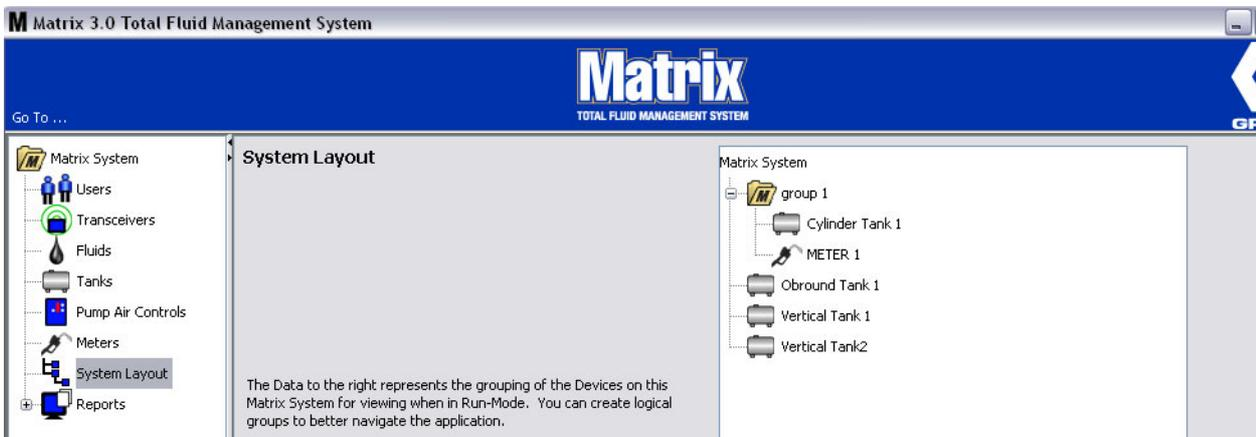

ABB. 98
11. Wenn Sie mit dem Erstellen oder Ändern von Gruppenordnern fertig sind, klicken Sie auf „OK“, um das Fenster zu schließen und die Änderungen zu speichern. Die von Ihnen erstellte(n) Gruppe(n) wird/werden in der Matrix-Systemspalte angezeigt (ABB. 98).